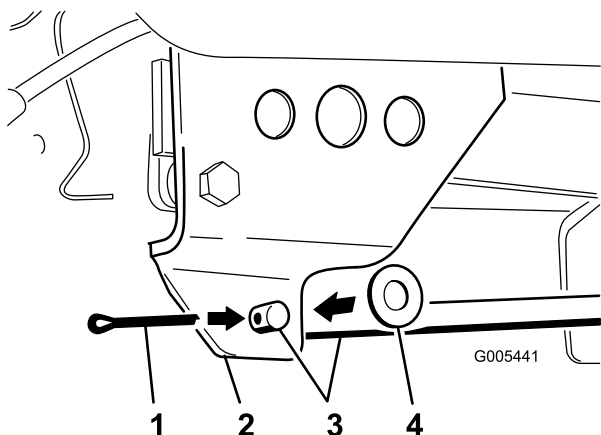

Figura 9
7. Introduzca el extremo doblado de la varilla de elevación desde detrás de la escuadra grande hacia fuera (Figura 9). Coloque una arandela en el extremo que sobresale y fíjela con un pasador.